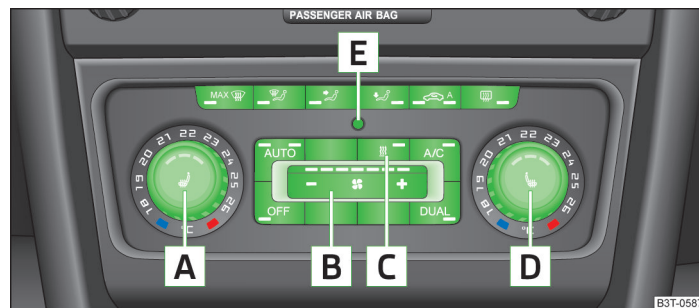

Fig. 110 Climatronic: Elementele de comandă
- ✓ **A/C** » fig. 110 la pagina 103 activat.
**Funcțiile elementelor de operare individuale » fig. 110:**
- > Apăsati tasta **AUTO** » fig. 110 la pagina 103.
- > Rotiți regulatorul rotativ  » fig. 110 la pagina 103 spre stânga, respectiv spre dreapta pentru a mări, respectiv reduce temperatura.
- > Rotiți regulatorul rotativ  » fig. 110 la pagina 103 spre stânga, respectiv spre dreapta pentru a reduce, respectiv a mări temperatura.
- > Apăsăți tasta simbol  » fig. 110 la pagina 103.